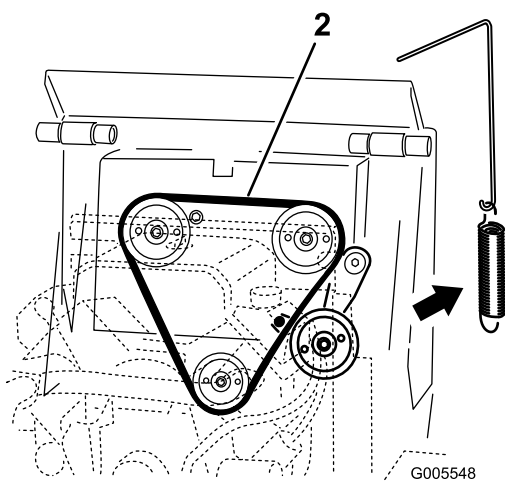

Figure 47
4. Enlevez le ressort de poulie de l'ensemble poulie de tension (Figure 47).
6. Placez une courroie d'entraînement neuve sur les trois poulies (Figure 47).